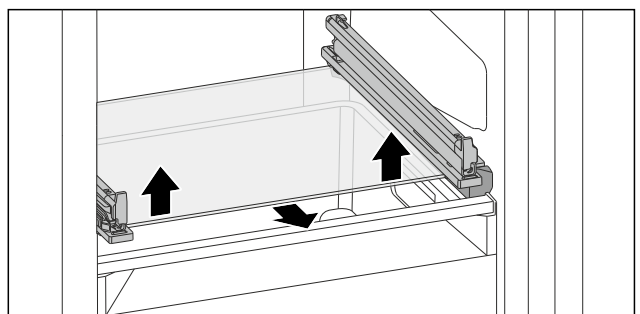

Fig. 120 Glasplatte des abklippbaren Schubfachs
- ▶ Glasplatte von unten beidseitig nach oben drücken. (siehe Fig. 120)